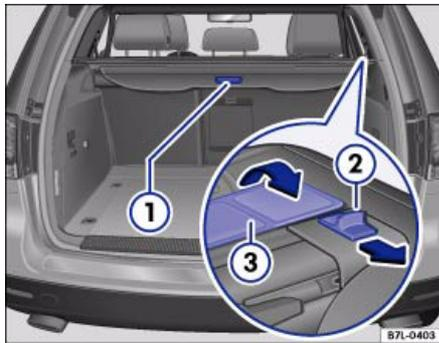

Abb. 82 Gepäckraumabdeckung: Griff ① zum Bedienen, Entriegelung ② für den Ausbau und vordere Abdeckung ③
- Ziehen Sie die Abdeckung am Griff ⇒ Abb. 82 ① nach hinten und hängen Sie die Abdeckung seitlich ein.
Um bei eingebauter Gepäckraumabdeckung die Netztrennwand zu benutzen, klappen Sie die vordere Abdeckung ⇒ Abb. 82 ③ nach hinten. Dadurch entsteht ein Spalt zwischen Rückenlehne und der Gepäckraumabdeckung, durch den die Netztrennwand geführt werden kann. Bei Nichtgebrauch der Netztrennwand klappen Sie die vordere Abdeckung nach vorne.